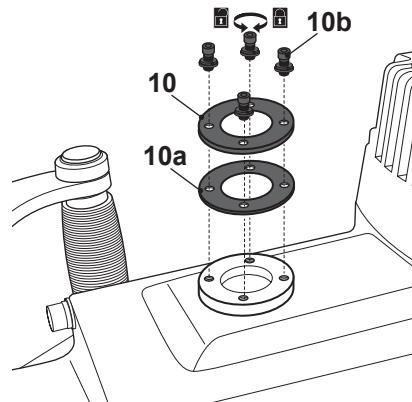

Fig. 6
- > Desaperte os parafusos (10b) com a chave sextavada (15) e retire-os juntamente com a tampa do depósito do lubrificante (10) e a junta (10a) (Fig. 6).
- > Volte a colocar a tampa do depósito (10) e a junta (10a).